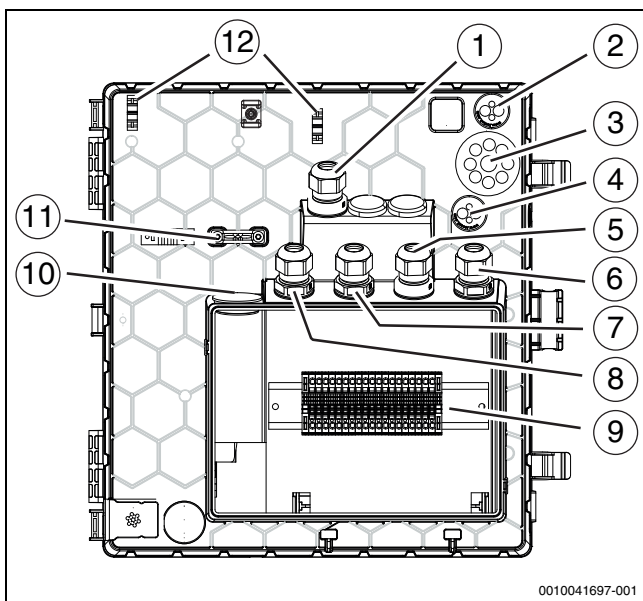

Bild 26 Kabeldurchführungen zum Klemmenkasten
3. Kabel in den Klemmenkasten führen (→Abbildung 26).
Bei Kabeldurchführungen (→Abbildung 26 [2], [3], [4], [10]) genügt ein kleiner Einstich in die Membran, dann können die Leitungen durchgeschoben werden.
- ▶ Nach dem Einführen der Kabel die Kabelverschraubungen festziehen (→Abbildung 26 [1], [5], [6], [7], [8]).
- ▶ Die festgelegten Befestigungspunkte [12] für die Befestigung der durch die Einführungen geführten Kabel verwenden (→Abbildung 26 [2], [3], [4]).